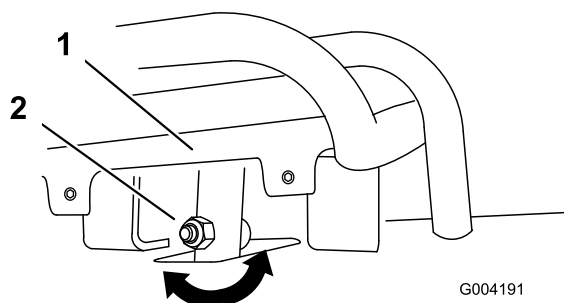
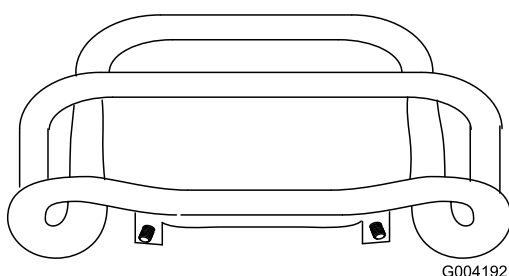

Figure 50
Figure 51
4. Si l'avant de la commande de déplacement n'est pas d'équerre et de niveau avec la barre de référence, desserrez l'écrou et le boulon à embase de la tige de la commande de déplacement (Figure 50).
5. Réglez la commande de déplacement de sorte qu'elle soit de niveau et en appui contre la barre de référence lorsqu'elle est tirée tout droit en arrière (Figure 50 et Figure 51).